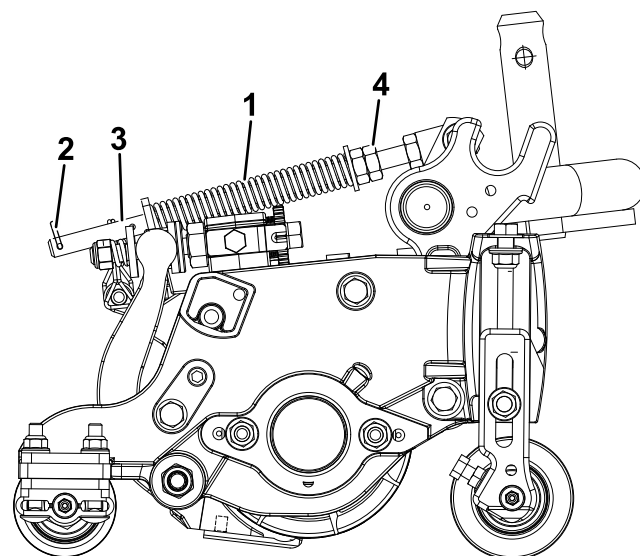

Figura 14
- Serrate i dadi esagonali sull'estremità anteriore dell'asta della molla, finché la lunghezza compresa della molla (Figura 14) non è pari a 12,7 cm per gli apparati di taglio da 12,7 cm e 15,8 cm per gli apparati di taglio da 17,8 cm.
La molla di compensazione del manto erboso (Figura 14) trasferisce il peso dal cilindro anteriore al cilindro posteriore, per contribuire a ridurre l'ondulazione del manto erboso, detta anche fluttuazione o bobbing.
- Verificate che la coppiglia sia montata nel foro posteriore dell'asta della molla (Figura 14).